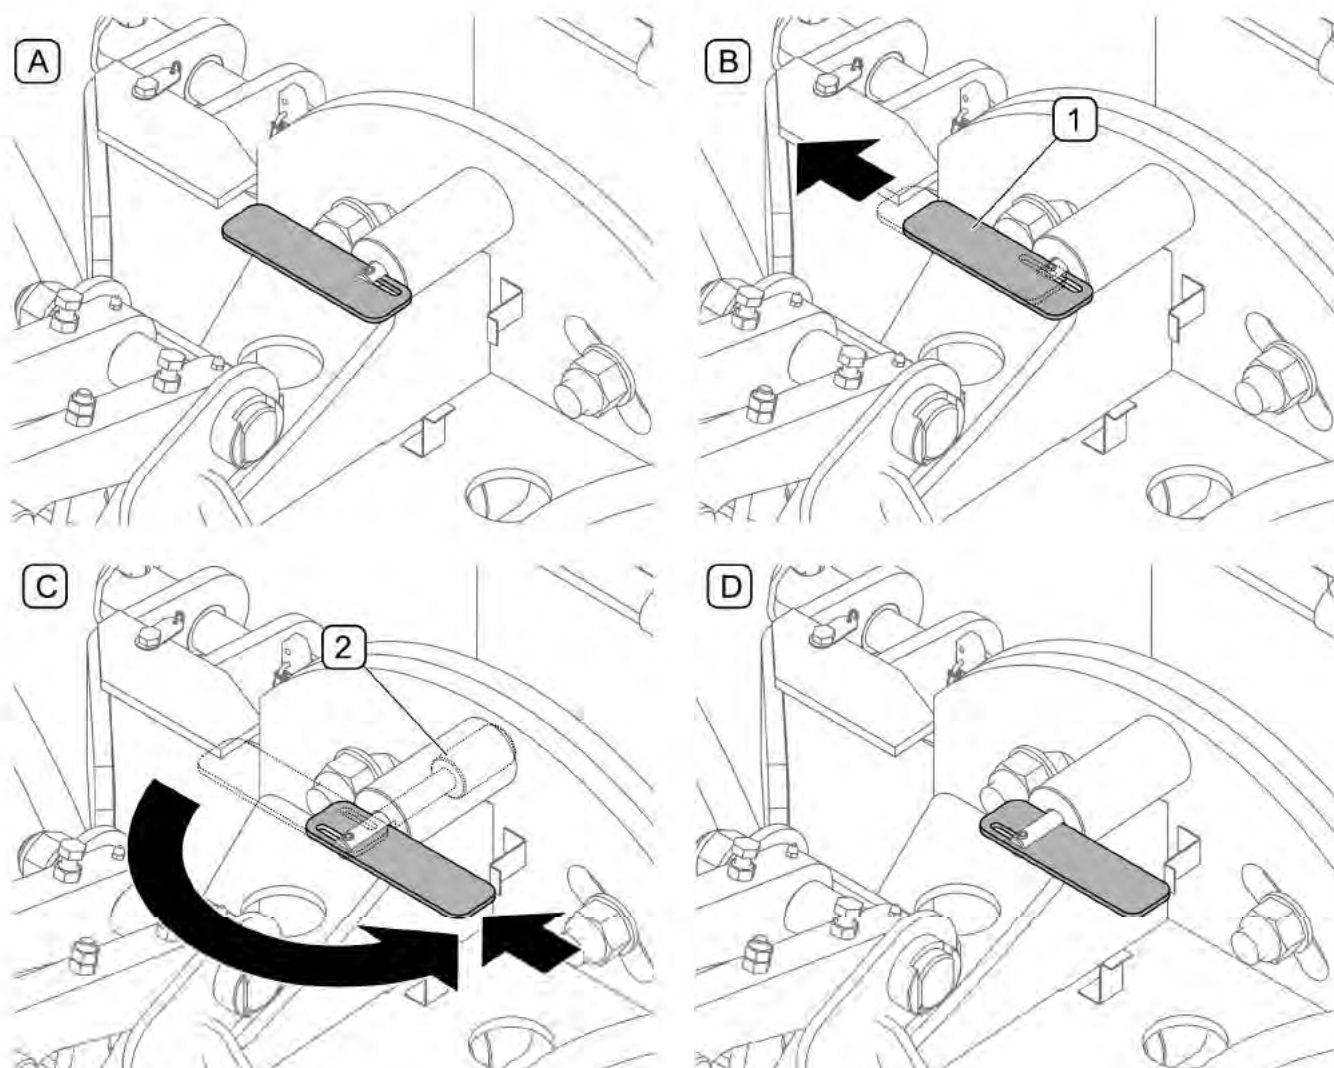

РИСУНОК 4.8 Разблокирование транспортного положения
- Переместить рукоятку (1) собачки в крайнее наружное положение продолговатого отверстия (РИСУНОК 4.8, В).
- Повернуть рукоятку на 180° палец (2) собачки должен выдвинуться из замка (РИСУНОК 4.8, С).